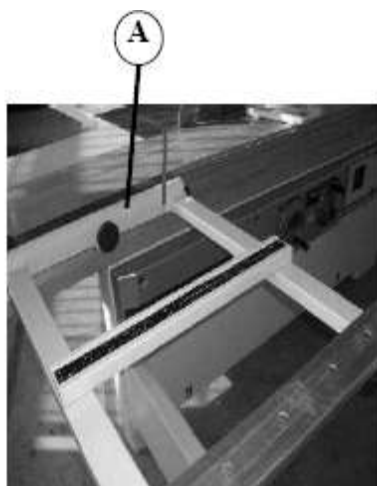

Рис. 5.1
- Направляющие А (рис. 5.1) пыльной рамы.